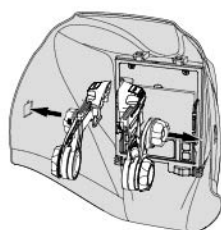

Abb.12
- Richten Sie jeden Adapter auf die richtige Seite der Helmschale aus (siehe Abb.12).